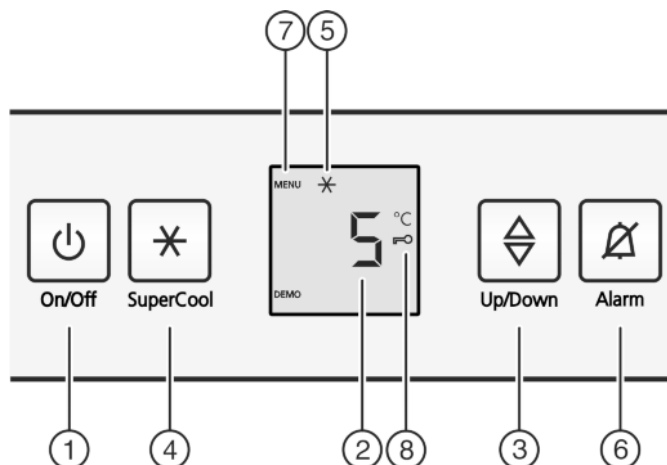

Fig. 2
- Stiskněte tlačítko On/Off Fig. 2 (1).
- Stiskněte tlačítko SuperCool Fig. 2 (4) asi na 5 sekund.
- ▷ Na displeji se zobrazí Symbol menu Fig. 2 (7).
- ▶ Potvrďte krátce tlačítkem SuperCool Fig. 2 (4).
- ▷ Na displeji svítí Symbol dětské pojistky Fig. 2 (8).
- ▶ Stiskněte krátce tlačítko On/Off Fig. 2 (1).
- ▶ Stiskněte tlačítko Alarm Fig. 2 (6).
- ▶ Vyvolání funkce teploty: Stiskněte seřizovací tlačítko Fig. 2 (3).
- ▶ Změna teploty v krocích po 1 °C: Seřizovací tlačítko Fig. 2 (3) stiskněte tolikrát, až na ukazateli teploty svítí požadovaná teplota.
- ▶ Krátce stiskněte tlačítko SuperCool Fig. 2 (4).
- ▷ Symbol SuperCool Fig. 2 (5) na ukazateli svítí.
- ▷ Symbol SuperCool Fig. 2 (5) na ukazateli zhasne.